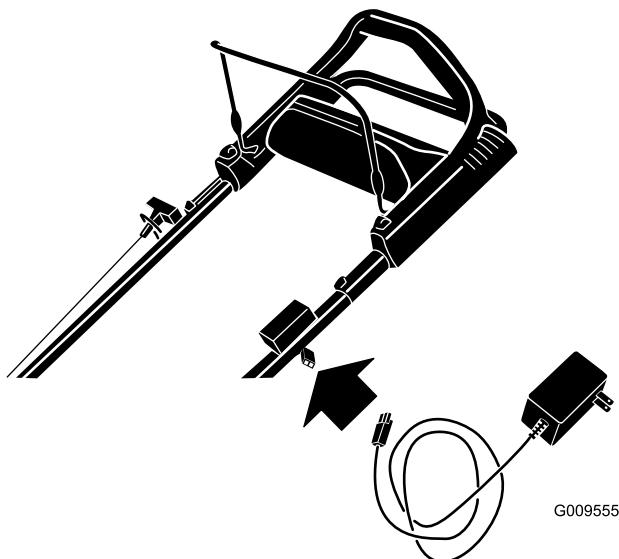

Figure 24
- Branchez le chargeur sur le faisceau de câblage situé sous la clé de contact (Figure 24).